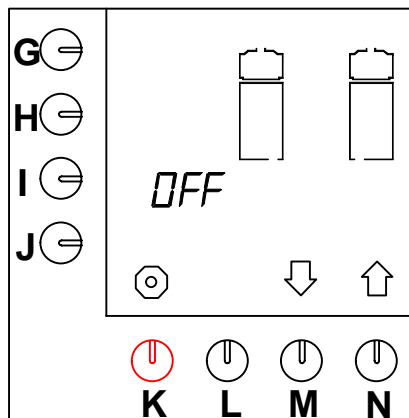

Abb. 32 Vorheizen des Behälters
- Im Display erscheint "AuS" in der Position neben der Programmierertaste (I.) und auch zwei Behälter erscheinen (Abb.32).